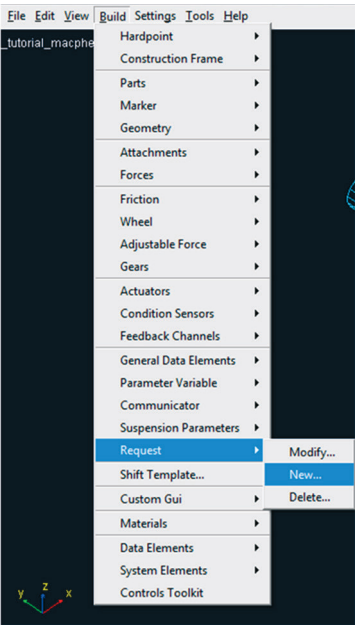

Figura 4.129 – Criando um novo *Request*.
- Acesse o menu *Build* → *Request* → *New* (Figura 4.129).